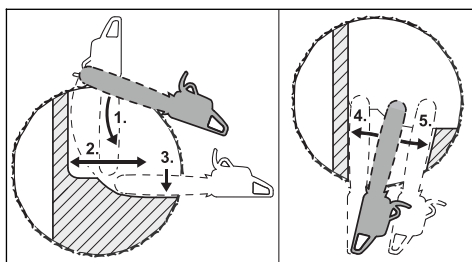

Рис. 24
- Вершина направляющей шины перед недопилом входит в дерево (рис. 24, поз. 1) – вести мотопилу абсолютно горизонтально и отводить как можно дальше
- Сформировать основной пропил до недопила (рис. 24, поз. 2)
- Сформировать основной пропил до защитного ремня (рис. 24, поз. 3)
- Сформировать основной пропил до недопила (рис. 24, поз. 4)
- Сформировать основной пропил до защитного ремня (рис. 24, поз. 5)